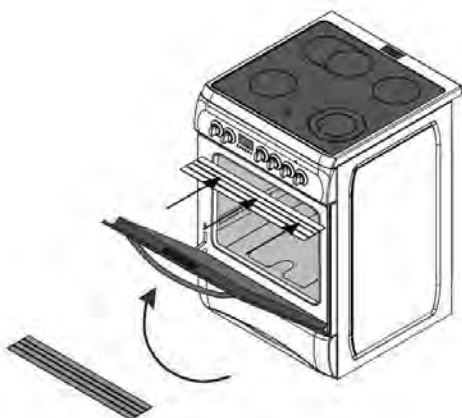

Figura 1
1. Para proteger el panel de control del horno, una placa fue diseñada. (Figura 1)